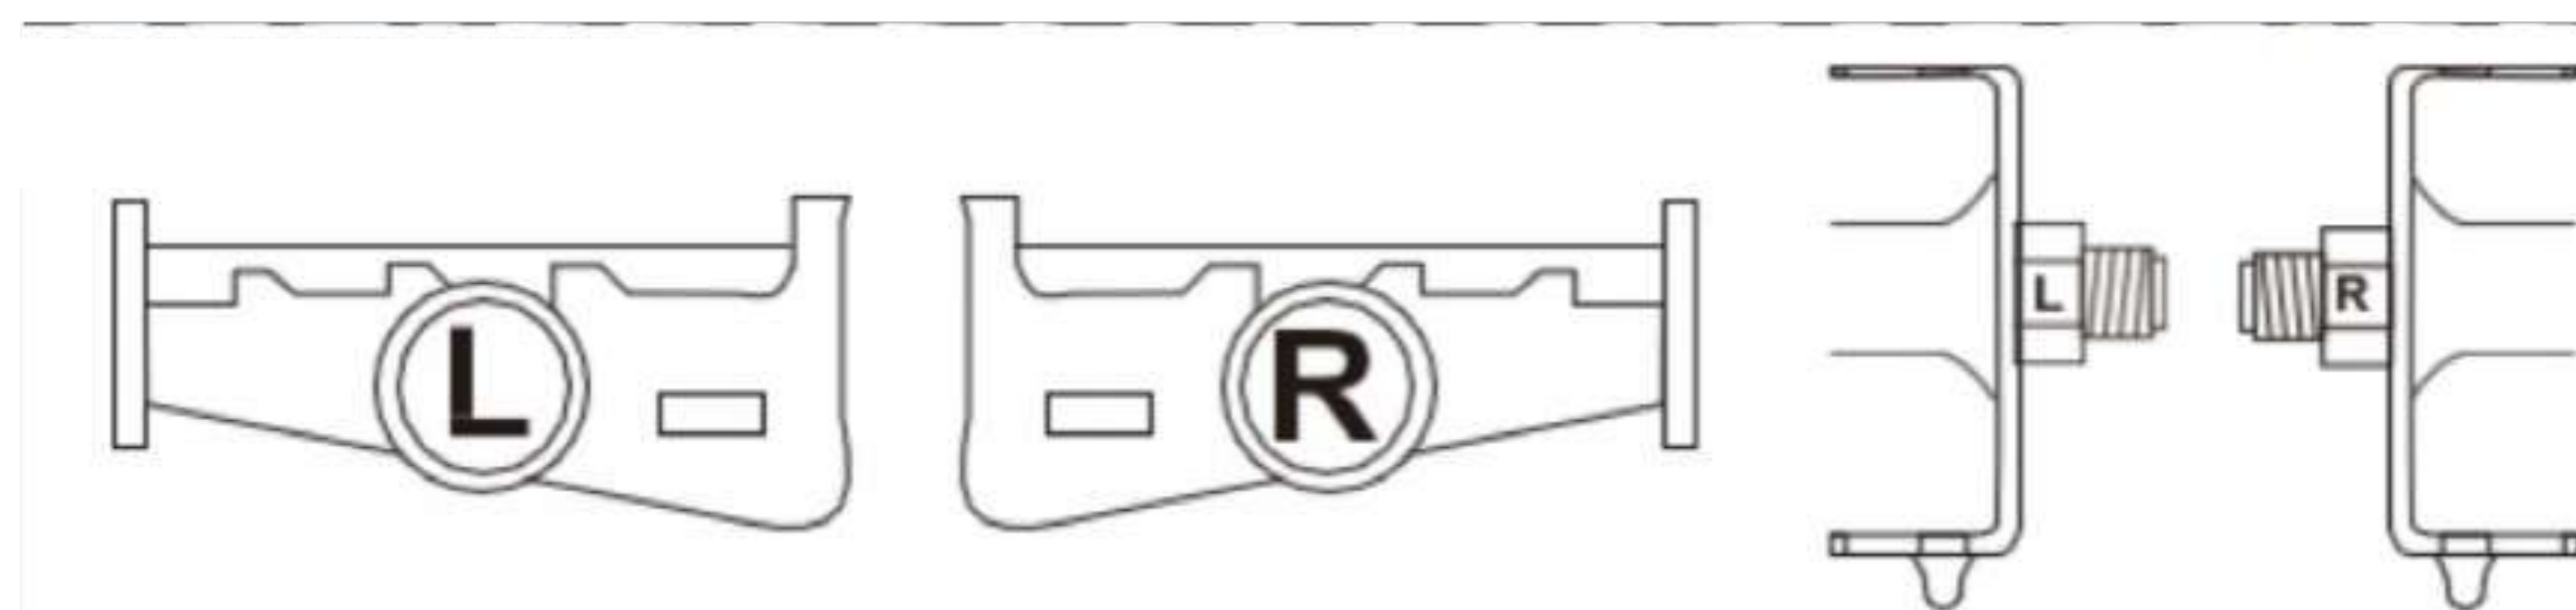

Fig.11
Étape 4: Fixation des pédales (voir fig.11)